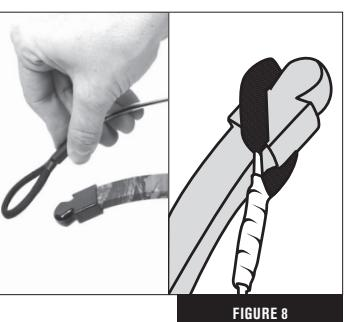

FIGURE 8
1. Fije la cuerda del encordador en la punta de cada una de las palas como se muestra en (Fig. 8).